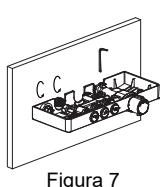

Figura 7
- f) Vuelva a conectar el panel de ducha termostático en la pared. Utilice una llave para asegurar el tornillo de cobre y para conectar el conector de agua caliente y el conector curvo (Figura 7).